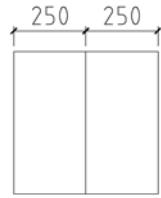

图8-131 绘制线段
- 02 调用L【直线】命令，绘制如图8-131所示的直线。